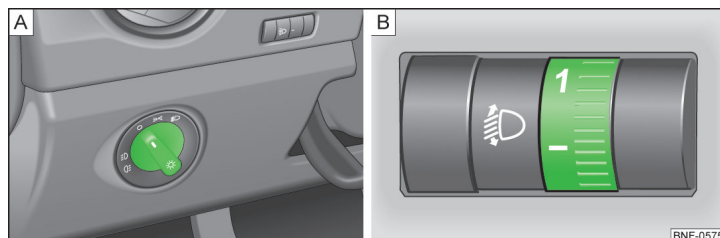

Fig. 35 Conmutador de luces/Regulador giratorio de alcance de luz
En los vehículos con dirección a la derecha se desvía en parte el orden de los elementos de mando según el orden mostrado en » fig. 35 de la página 49. Los símbolos que marcan las posiciones de los elementos de manejo son iguales.
Dependiendo del equipamiento, puede moverse el interruptor de luces » fig. 35 - A en las siguientes posiciones.
Girando el regulador giratorio » fig. 35 - B desde la posición — en 1 se ajusta lentamente la regulación del alcance luminoso y con eso se reduce el cono de luz.
- ✓ El conmutador de luces se encuentra en la posición 0 » fig. 35 de la página 49.